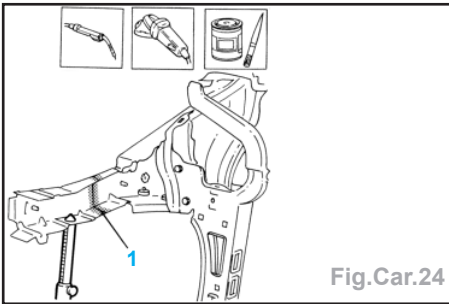

Fig.Car.24
- Eliminer les parties excédentaires à la scie à lame circulaire (2).
- Effectuer une soudure MIG à fil continu (1) (Fig.Car.24).